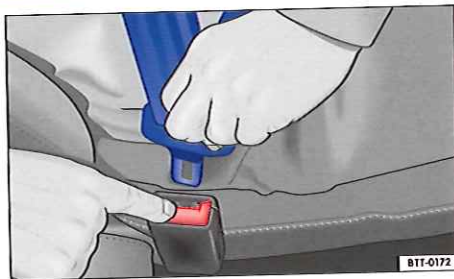

Fig. 68 Retrait du pêne du boîtier de verrouillage.
- Appuyez sur le bouton rouge du boîtier de verrouillage ⇒ **fig. 68**. Le pêne est éjecté.